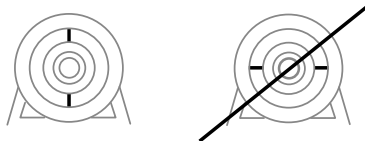

Рис. 11
**Внимание! Перед подключением фильтра к водопроводу, обратите внимание на положение фитинга: (рис. 11) - фитинг зафиксирован в посадочном месте или фитинг не зафиксирован в посадочном месте.**